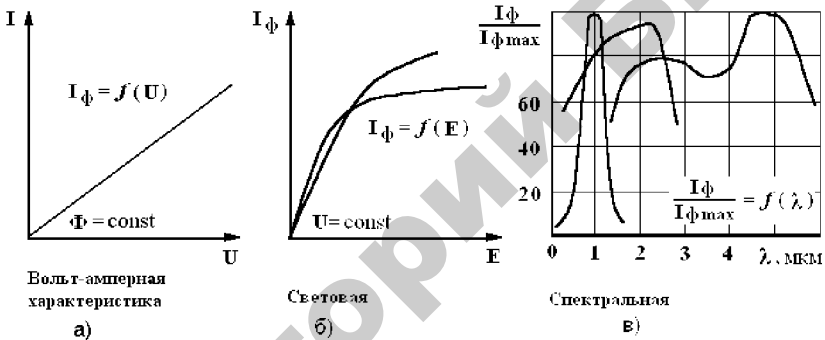

Рисунок 1.5 - Характеристики фоторезистора
Основные характеристики фоторезистора (рисунок 1.5):
$$I_\Phi = f(U_\Phi) = \text{const} \text{ (рисунок 1.5, а);}$$
2) световая – зависимость фототока от падающего светового потока постоянного спектрального состава (рисунок 1.5, б);
3) спектральная – зависимость чувствительности фоторезистора от длины волны светового излучения (рисунок 1.5, в).